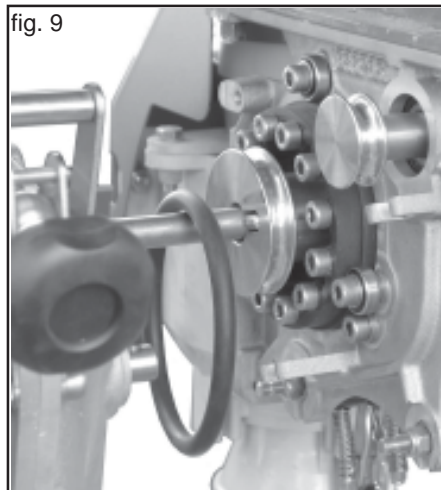

fig. 9
- Den Riemen einfach auf der Antriebswelle belassen (Abb. 9).